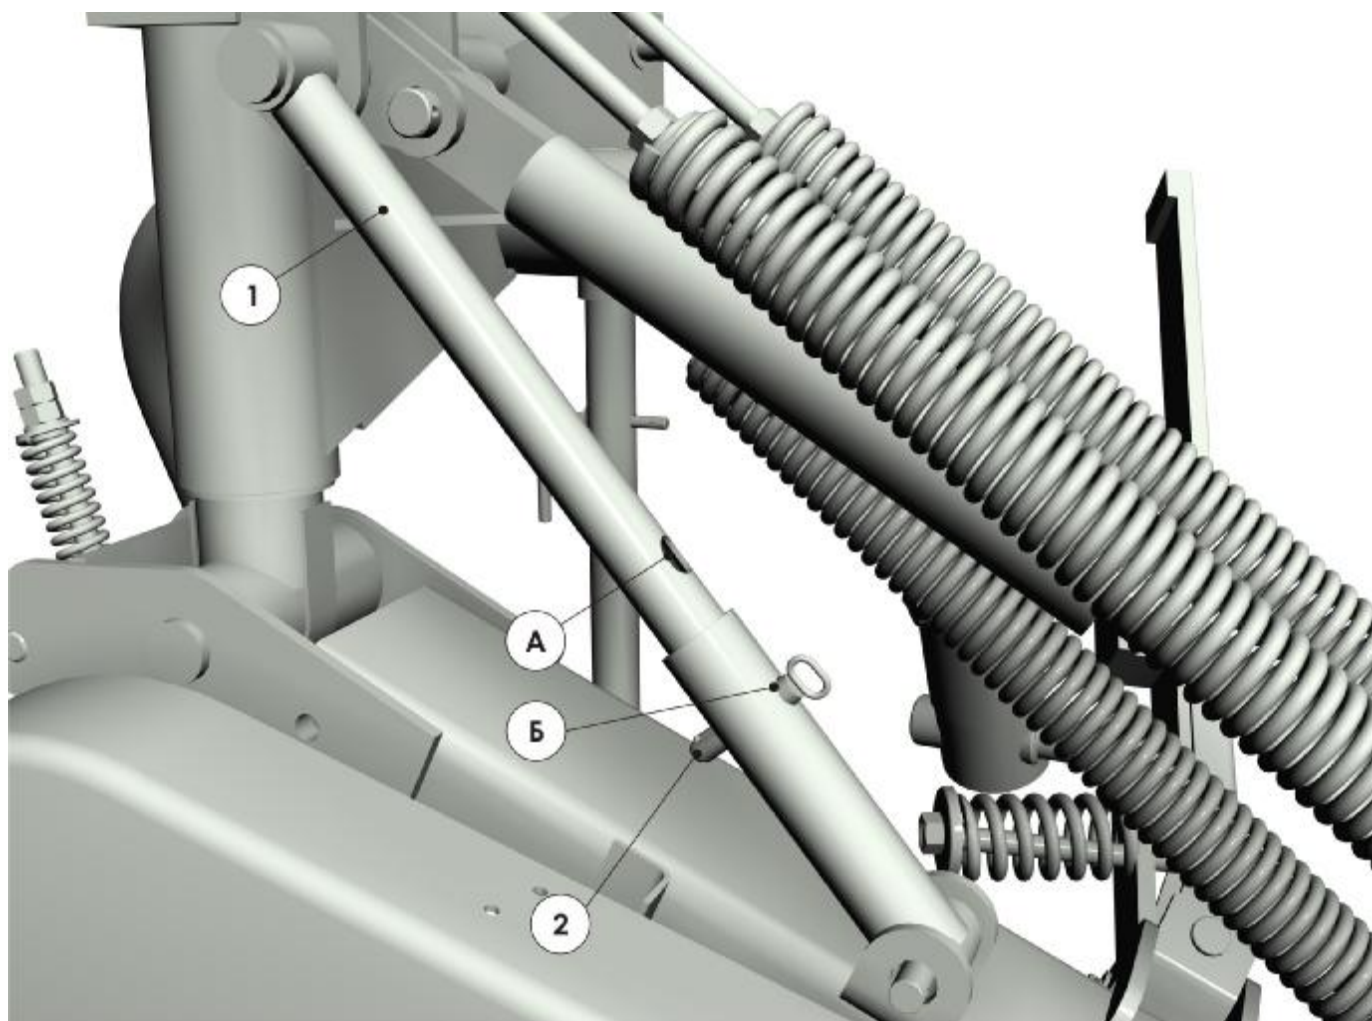

Рисунок 12 Телескопическое стопорное устройство
- при транспортировании, косилка должна быть зафиксирована в транспортном положении согласно рис. 12.
Фиксатор 2 (рис. 12) телескопического стопорного устройства 1 должен быть установлен в отверстие, соответствующем рабочему положению косилки.